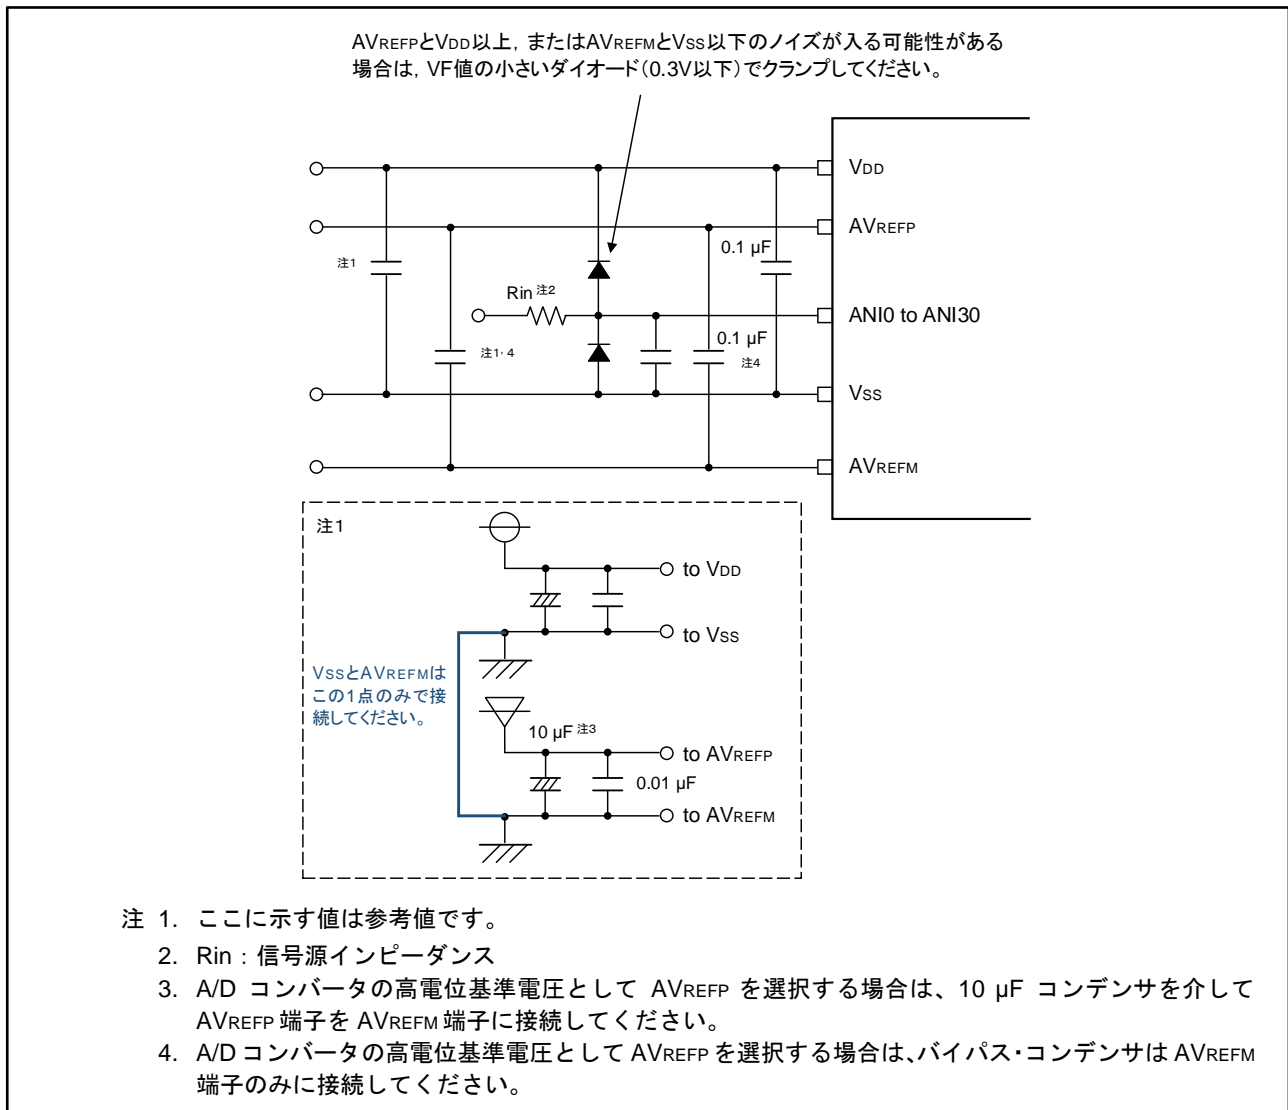

図 12. アナログ入力保護回路の例
- 過大なサージなど異常電圧によるアナログ入力端子 (ANI0-ANI30) の破壊を防ぐために、図 12 に示すように  $V_{DD}$  と  $V_{SS}$  間、 $AV_{REFP}$  と  $AV_{REFM}$  間にコンデンサを、またアナログ入力端子 (ANI0-ANI30) に保護回路を接続してください。
P.16	図 12 回路例を修正